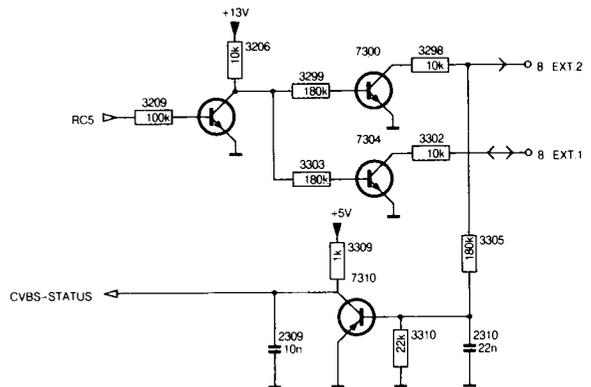

Fig. 3.5
3.5 RC5-Code und FBAS-Status (siehe Abb. 3.5)